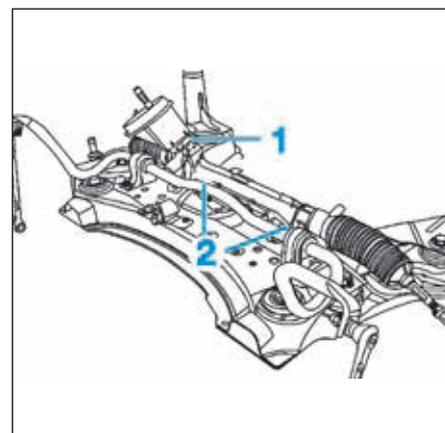

FIG.19
- Dégrafer le joint de tablier (1) du boîtier de direction.
- les vis de fixation du boîtier de direction sur le berceau (2) (Fig.19).